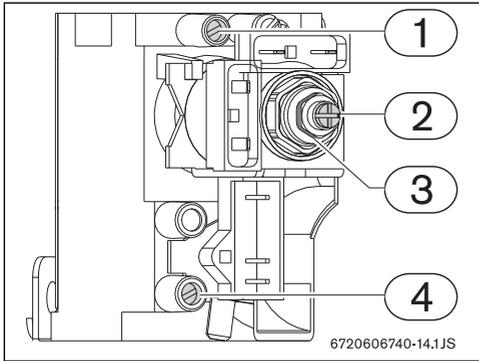

Fig. 15 Puntos de medición de presión
- ▶ Aflojar el tornillo obturador (Fig. 15).
- ▶ Utilizando la tuerca de ajuste (Fig. 15, [3]) regule la presión hasta alcanzar los valores indicados en la tabla 11.
- ▶ Utilizando la tuerca de ajuste (Fig. 15, [2]) regule la presión hasta alcanzar los valores indicados en la tabla 11.